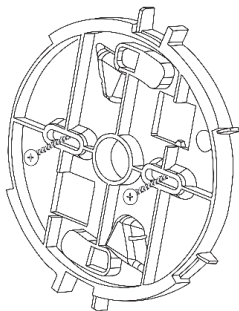

Figure 3
3. Utilisez les trous de fixation comme gabarits pour fixer le support de montage à la surface de montage (*reportez-vous à la Figure 3*).